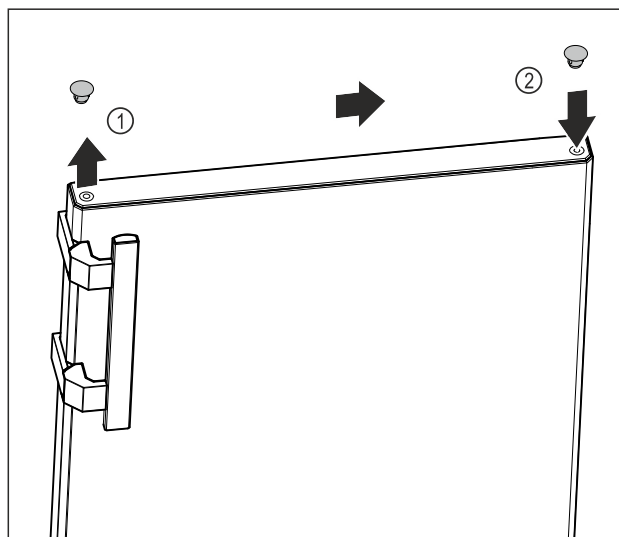

Fig. 15
- ▶ Podważyć ostrożnie zatyczkę osłonki na górze drzwi Fig. 15 (1) przy pomocy śrubokręta.
- ▶ Założyć zatyczkę osłonki po przeciwległej stronie. Fig. 15 (2)